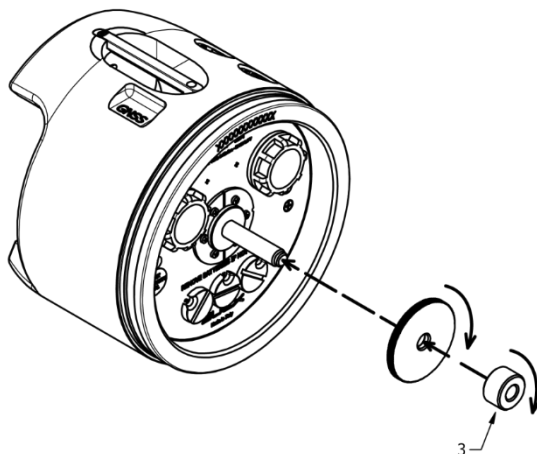

Fig 17 - Disco zavorra SINAPSI e distanziatore bianco (acqua salata con XK)
- Installare il disco zavorra extra salata (pos. 11 - Fig. 3) e il distanziatore BIANCO sul SINAPSI come in **Fig 17 - a pag. 17**